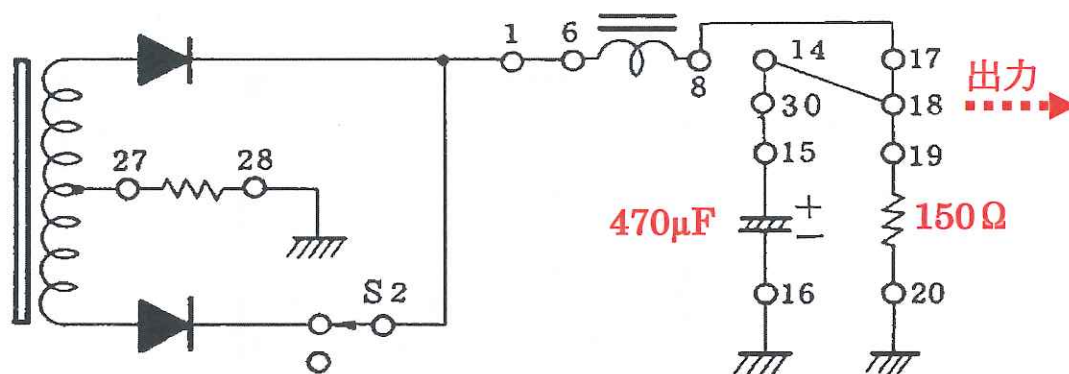
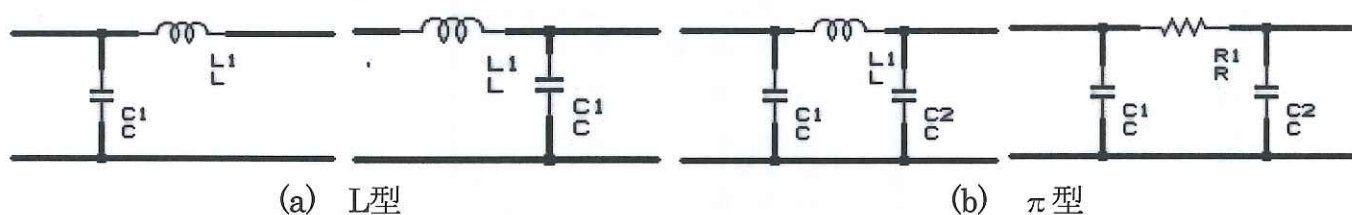

図3.6 測定用の組合せ型平滑回路(L型)
図3.7 様々な組合せ型平滑回路の例
実用的には、図3.6に示したコンデンサとコイルを組み合わせた「組み合わせ型平滑回路」が用いられる。L型の組合せ型平滑回路の測定用回路を図3.7に示す。この測定回路を実習装置上に組んで、これまで行ってきた実習手順と同様に測定を行う。参考に図3.7にL型と π 型の組合せ型平滑回路を示しておく。
- (1) 実習装置に、図 3.6 の測定用回路を参考にリード線を接続する。
- (2) 端子 19 と端子 20 の間に 150Ω の抵抗を接続する。
- (3) 端子 15 と端子 16 の間に、 $470\mu\text{F}$ の電解コンデンサを接続する。
⑨ 電解コンデンサを接続する際、極性に注意すること⇒(電極長：+側，電極短：-側)
- (4) 端子 18 をオシロスコープで観察し、出力波形を。
- (5) その後の手順は p.20, 「3-4-1」と同様である。⑨など、参照すること。